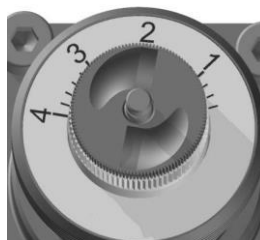

Рисунок 6. шкала настройки клапана
3. шкала настройки (при использовании привода не доступна), см. рисунок 6;